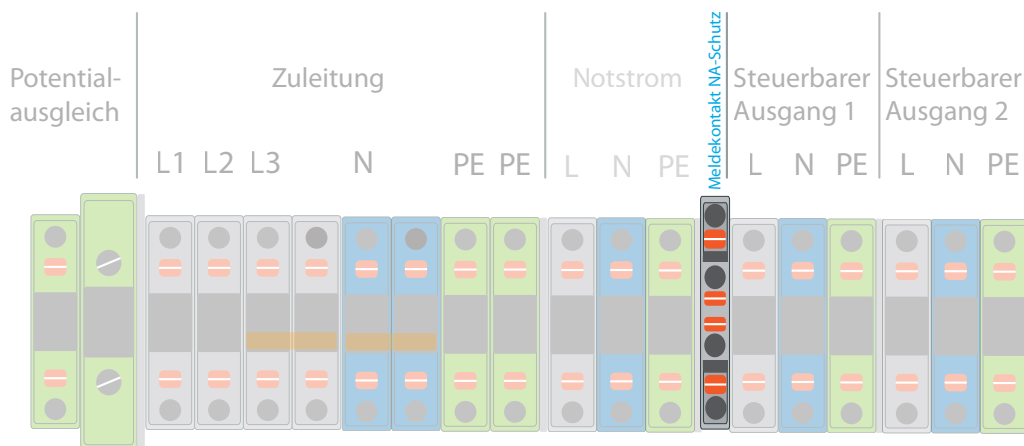

Abb. 7 Klemmleiste SENEK.Home mit Reihenklemme "Meldekontakt NA-Schutz"
3. Verbinden Sie das Kabel mit der Reihenklemme "Meldekontakt NA-Schutz" im SENEK-Speicher gemäß Abb. 7.